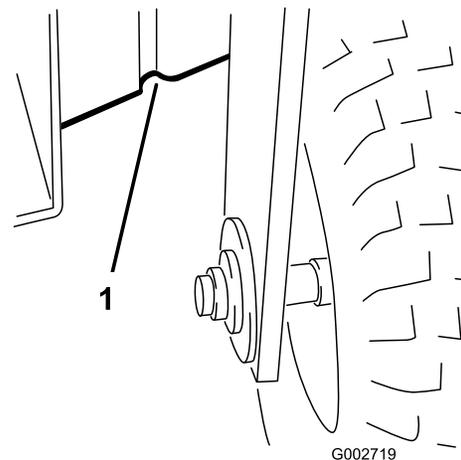

Bild 22
- Vorne: Unter dem Rahmen hinter dem Vorderrad (**Bild 22**).